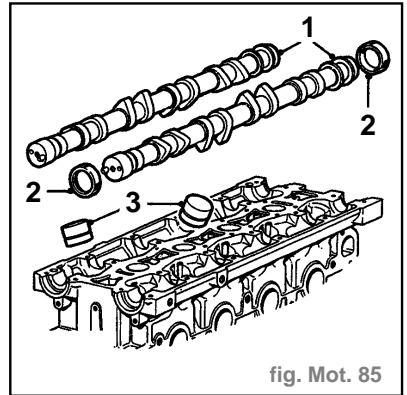

fig. Mot. 85
- Déposer le support (1) d'arbre à cames (2).
- Déposer les 2 arbres à cames (1) (fig. Mot. 85).
- Déposer et jeter les 4 joints d'huile de l'arbre à cames (2).
- Utiliser un aimant en forme de crayon et déposer les 16 poussoirs de la culasse. Conserver les poussoirs dans l'ordre et les inverser pour éviter toute perte d'huile (3).